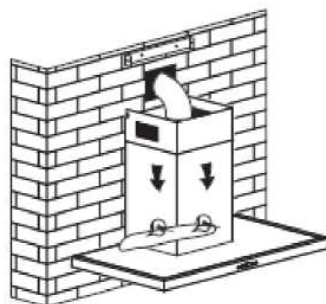

Abb. 6
- Passen Sie die Höhe des Innenabzugs entsprechend der Position der Innenabzugshalterung an und befestigen Sie ihn mit Schrauben. Nachdem die Position angepasst wurde, befestigen Sie den Korpus mit den Sicherungsschrauben. Hinweis: Die beiden Sicherheitsventile mit 6-mm-Durchmesser sind an der Rückseite des Korpus angebracht. Siehe Abb. 6 und 7.